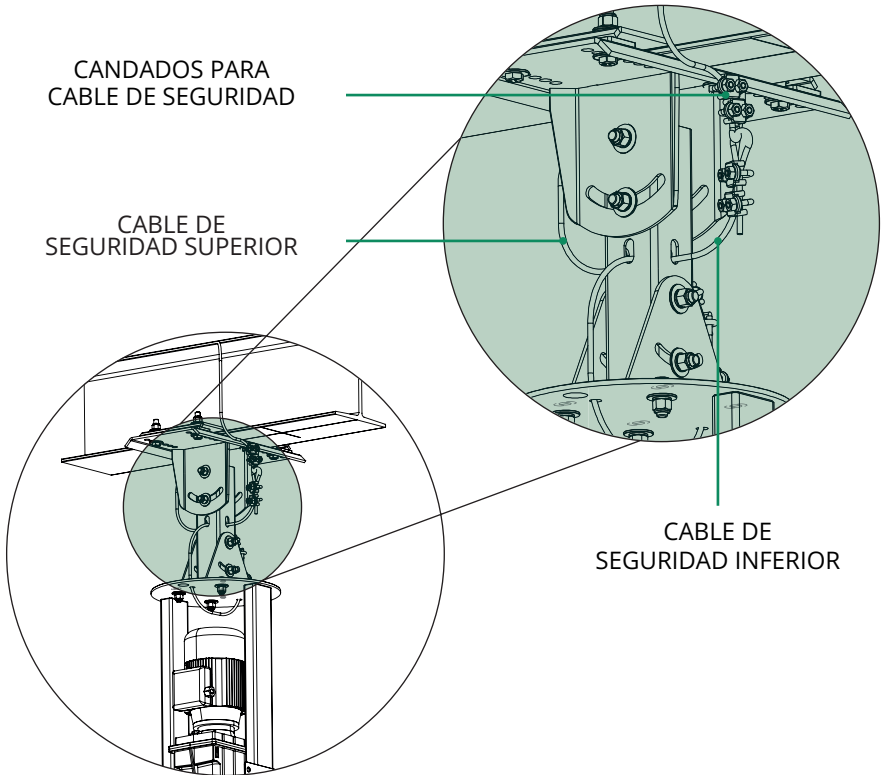

Fig 6.1
6.1 DEBE INSTALAR LOS CABLES DE SEGURIDAD COMO SE MUESTRA EN LA FIG. 6.1 AJUSTANDO CON LOS CANDADOS PARA CABLES DE SEGURIDAD.